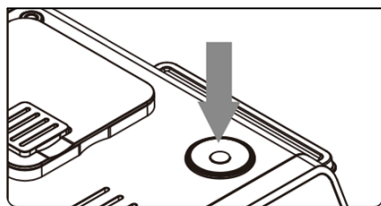

Рис. 2
- ➔ Сенсорный дисплей (1).
- ➔ Контроллер (11), расположенный на верхней панели кофемашины (Рис. 2).